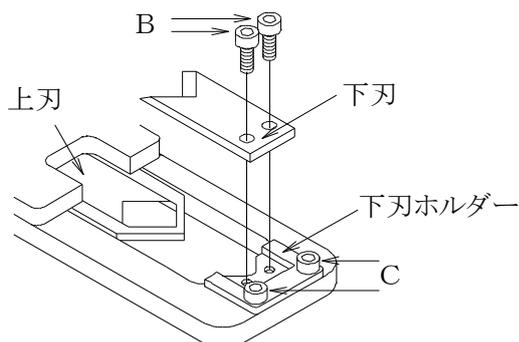

図4
〈図4参照〉
- 次に、下刃を下刃ホルダーに奥までしっかり挿入しBのネジで取り付けます。(図4参照)
その後に、下刃ホルダーを下刃にしっかりと密着させ、Cのネジを締めて下さい。(図4参照)